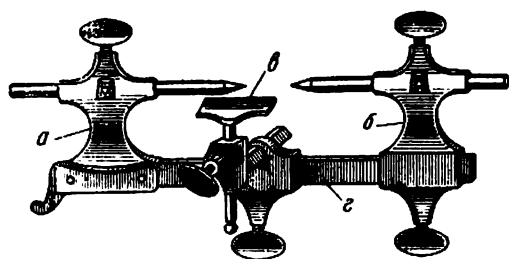
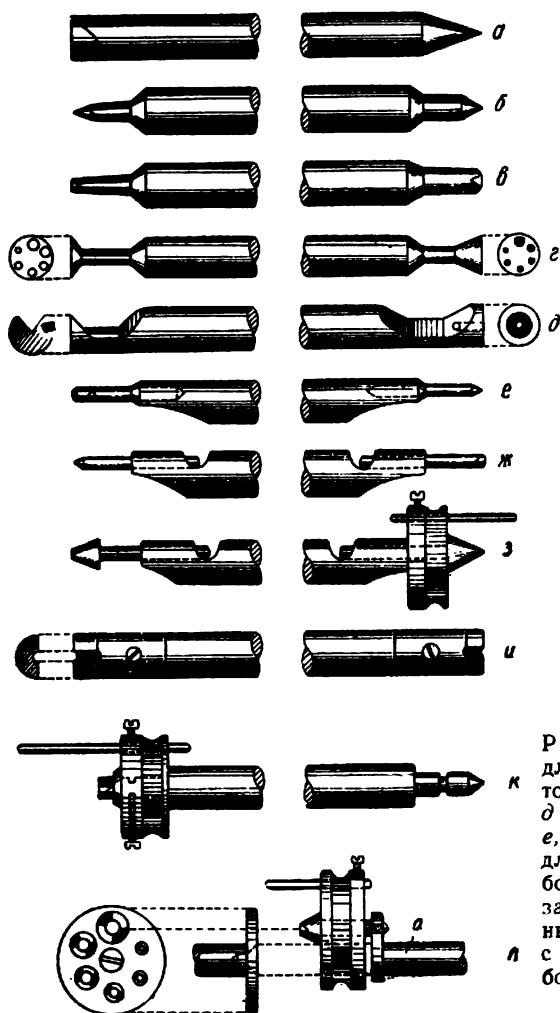
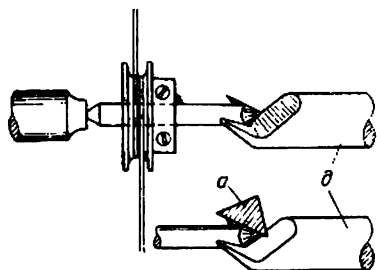
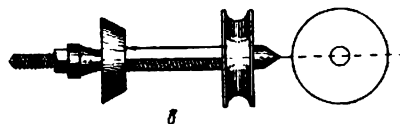

Рис. 17. Токарный станок:
Рис. 18. Центры: а, б, в —
Рис. 19. Заточка конуса (керна) на центре *б* напильником *а*
Рис. 21. Оправки
Начинающему часовщику необходимо овладеть искусством точения на токарном станке. Описывать методы работы на универсальном станке мы не будем, так как круг часовщиков, пользующихся им, весьма ограничен. Огромное же большинство часовщиков работает на простом токарном станке (рис. 17). По внешности этот станок довольно примитивен, но по количеству изготавливаемых и обрабатываемых на нем деталей он очень интересен и заслуживает внимания. Он занимает главное место среди прочих многочисленных приспособлений для часового дела. Самую важную часть станка составляют центры (рис. 18), позволяющие производить на станке разнообразные работы. Способ заточки конуса на центре показан на рис. 19.
**Центрирование.** Для точения какой-либо детали на станке между центрами необходимо наметить в ней и высверлить с обеих сторон неглубокие отверстия или запилить конусы. Центр предварительно намечается керном, конус запиливается напильником (см. рис. 19).
Оправки (рис. 21, *а* и *в*) вращаются при помощи смычка между центрами; оправка с коленом (рис. 21, *б*) вращается поводком
рольки в центре (см. рис. 18, *з* и *к*). На рис. 21, *в* показана оправка с левой резьбой. Ниже указаны приспособления к токарному станку, избавляющие часовщика от необходимости пользоваться смычком и ролькой.
Часовщику приходится больше всего оперировать с двумя металлами — сталью и латунью. Сталь для тонких деталей (оси баланса, оси анкерной вилки и т. п.) следует перед точением закалить, а затем отпустить до светло-синего цвета; сталь для более грубых деталей (заготовок оси баланса, винтов, заводных валов, а также деталей, которые после точения должны подвергаться нарезанию резьбы, опилровке и т. п.), отпускается до темно-синего цвета. Здесь уместно будет познакомить часовщика с работой на токарном станке без смычка при помощи маховика, центра с ролькой и хомутиком. Центры с ролькой показаны на рис. 18, з и к.